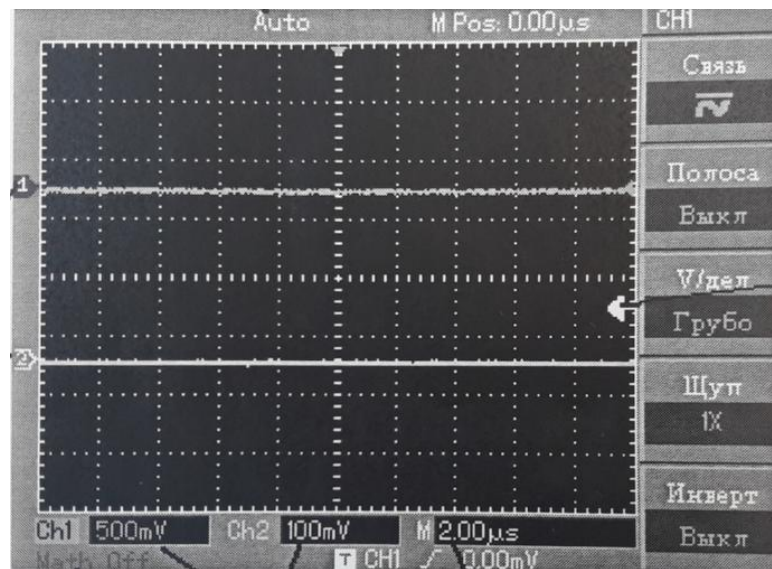

Рисунок 2 – Расположение знаковой информации и элементов на экране
Ручка «**POSITION**» позволяет выбирать величину смещения в каналах. При вращении ручки по направлению часовой стрелки производится смещение сигнала вверх, при вращении против часовой стрелки – вниз экрана. Знак индикации канала (поз. 7 рисунок 2) будет двигаться вверх и вниз вместе с сигналом.
**VOLTS/DIV** – ручка переключения коэффициентов отклонения каналов. Значение коэффициента отклонения отображаются на экране осциллографа (поз. 4, рисунок 2).
Для изменения коэффициента развертки используется ручка «**SEC/DIV**». Информация об изменении коэффициента развертки отображается на экране (поз. 3, рисунок 2). Значения коэффициентов развертки устанавливаются калиброванными ступенями соответственно ряду чисел 1, 2, 5 в диапазоне от 5 ns/дел до 50 s/дел.
Изменение уровня синхронизации отображается на экране (поз. 2, рисунок 2).